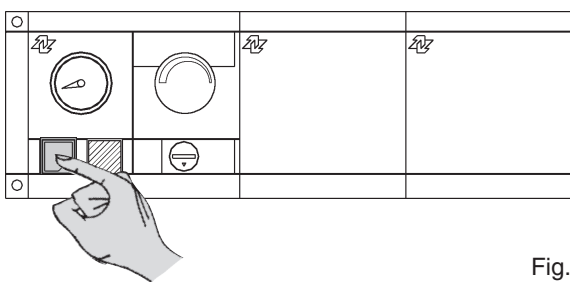

Fig. 5.4
- tryck på kontrollpanelens huvudströmbrytare och kontrollera att värmepannan tänds (fig. 5.4).